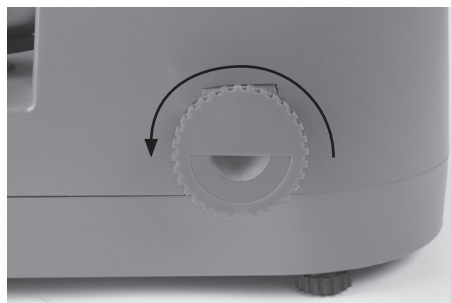

Fig. 8—Tournez le bec d'un demi-tour pour l'ouvrir
Étape 2. Tournez le bec de vidange de ½ tour pour l'ouvrir (Fig. 8). Il peut être nécessaire de tapoter sur le dessus de l'appareil pour que la poudre s'écoule.